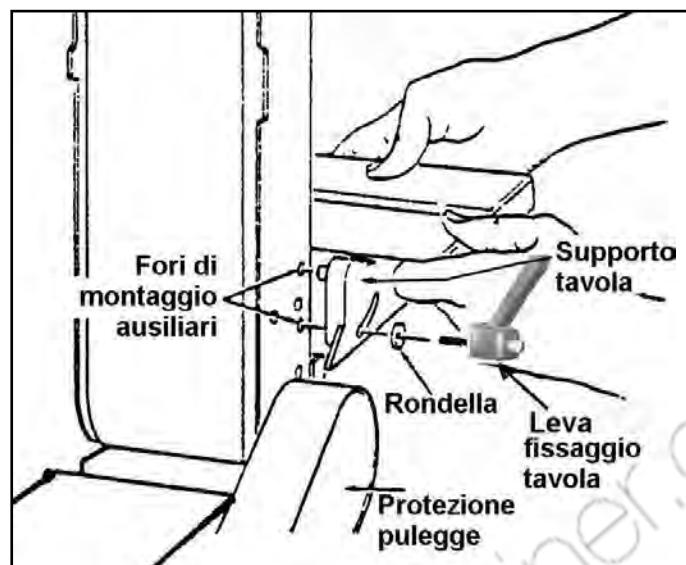

Figura 25 – Montaggio della tavola di lavoro.
- Montare la tavola di lavoro sul nastro in verticale, inserendo il perno (D) e la leva (E) nei fori ausiliari presenti sul fianco del telaio porta-nastro, come mostrato in Figura 25.
6. Per controllare la tensione, stringete la cinghia fra due dita essa deve cedere di circa 5/6 mm (figura 25)